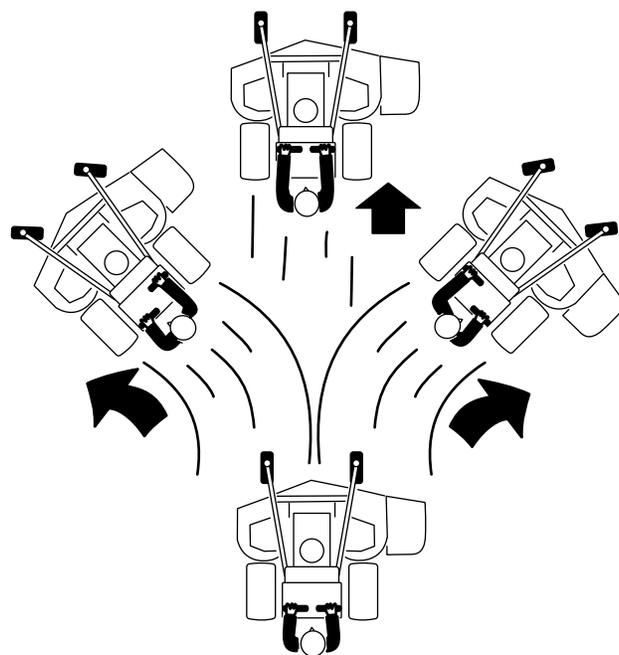

Рисунок 15
- Медленно переведите рычаги управления движением вперед (Рисунок 15).